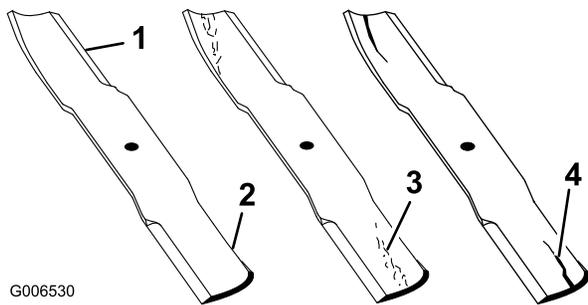

Figure 96
1. Examinez le tranchant des lames (Figure 96). Si les lames ne sont pas tranchantes ou si elles présentent des indentations, déposez-les et aiguisiez-les. Voir Aiguisage des lames.
2. Inspectez les lames, surtout la partie relevée (Figure 96). Remplacez immédiatement toute lame endommagée, usée ou qui présente une entaille (Figure 96).